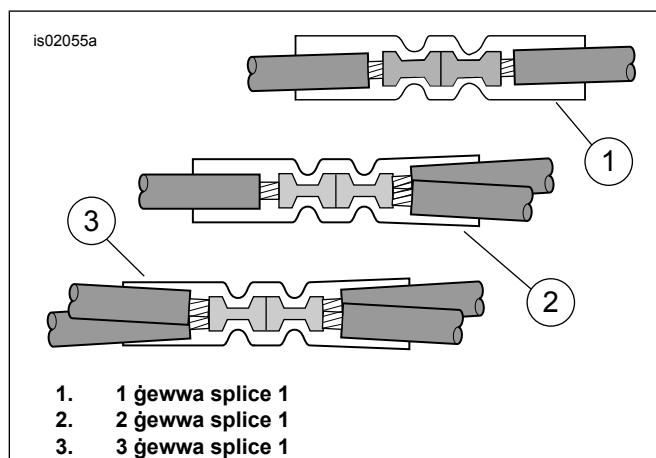

Figura 7. Konfigurazzjonijiet tal-iSplice
4. Ara Figura 22 . Ohroġ konnnettur tal-iSplice issiġġillat (3) mill-kit. Ara Figura 7 , it-tnejn fil-konfigurazzjoni ta' splice wieħed. Għaqqa (splice) l-wajer tal-kurrent tal-harness tal-wajer tal-manku li jissaħħan, mal-wajers oranġjo/abjad tal-harness principali skont l-istruzzjonijiet fl-appendiċi tal-manwal tas-servizz.
6. Ara Figura 22 . Ohroġ konnnettur tal-iSplice issiġġillat (3) mill-kit. Ara Figura 7 , il-konfigurazzjoni wieħed gewwa splice wieħed. Għaqqa (splice) l-wajer tal-kurrent tal-harness tal-wajer tal-manku li jissaħħan, mal-wajer oranġjo/abjad tal-harness principali skont l-istruzzjonijiet fl-appendiċi tal-manwal tas-servizz.
3. Ara Figura 22 . Ohroġ konnnettur tal-splice issigillat (3) mill-kit. Ara Figura 7 , il-konfigurazzjoni tnejn gewwa splice wieħed. Għaqqa (splice) il-wajer tal-kurrent tal-harness tal-wajer tal-manku li jissaħħan, mal-wajers maqtugħin oranġjo/abjad skont l-istruzzjonijiet fl-appendiċi tal-manwa tas-servizz.
6. Ara Figura 22 . Ohroġ konnnettur tal-splice issigillat (3) mill-kit. Ara Figura 7 , il-konfigurazzjoni wieħed gewwa splice wieħed. Għaqqa (splice) il-wajer tal-kurrent tal-harness tal-wajer tal-manku li jissaħħan, mal-wajers oranġjo/abjad tal-harness principali skont l-istruzzjonijiet fl-appendiċi tal-manwal tas-servizz.
3. Ara Figura 22 . Ohroġ konnnettur tal-splice issigillat (3) mill-kit. Ara Figura 7 , il-konfigurazzjoni tnejn gewwa splice wieħed. Għaqqa (splice) il-wajer tal-kurrent tal-harness tal-wajer tal-manku li jissaħħan, mal-wajers oranġjo/abjad tal-harness principali skont l-istruzzjonijiet fl-appendiċi tal-manwal tas-servizz.
- Ara Figura 22 . Ohrog konnettur tal-splice issigillat (3) mill-kit. Ara Figura 7 , il-konfigurazzjoni tnejn gewwa splice wiehed. Ghaqqad (splice) l-wajer tal-kurrent tal-harness tal-wajer tal-manku li jissahhan, mal-wajers oranjo/abjad tal-harness principali skont l-istruzzjonijiet fl-appendici tal-manwal tas-servizz.
- Ara Figura 22 . Ohrog konnettur tal-isplice issigġillat (3) mill-kit. Ara Figura 7 , il-konfigurazzjoni tnejn gewwa splice wieħed. Għaqqa (splice) l-wajer tal-kurrent tal-harness tal-wajer tal-manku li jissaħħan, mal-wajers oranġo/abjad tal-harness principali skont l-istruzzjonijiet fl-appendiċi tal-manwal tas-servizz.
- Installa l-fjus 2A (12) mill-kit fil-kavità tal-fjus biex tgħaqquad iċ-ċirkwit.